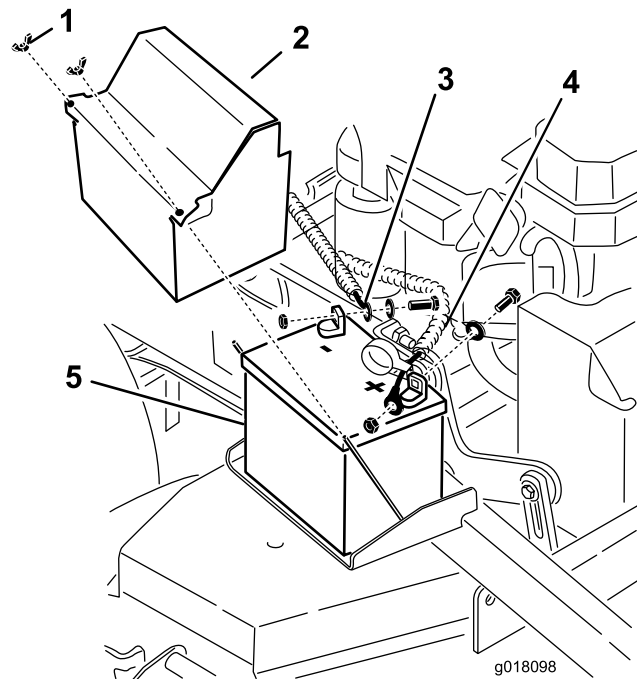

Figure 53
4. Débranchez le câble négatif de la batterie de la borne négative (-) de la batterie (Figure 53).
6. Débranchez le câble positif (rouge) de la batterie (Figure 53).
7. Déposez la plaque de maintien de la batterie (Figure 53) et enlevez la batterie.
1. Placez la batterie sur la machine (Figure 53).
3. Reliez le câble positif (rouge) à la borne positive (+) de la batterie au moyen d'un écrou, d'une rondelle et d'un boulon (Figure 53).
5. Reliez le câble négatif et le câble de masse à la borne négative (-) de la batterie au moyen d'un écrou, d'une rondelle et d'un boulon (Figure 53).